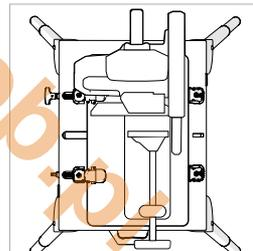

Fig. 19
**Nota:** Al instalar la sierra tronzadora en la base, asegúrese de que las mordazas fijadas están a la derecha de la unidad cuando se ve desde la parte delantera. **(Fig.19)**